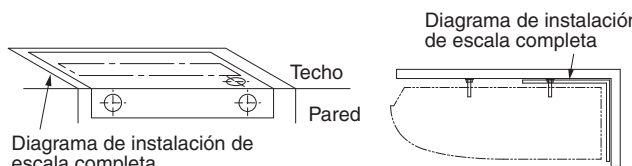

Fig. 3-10
- Cuando el diagrama de instalación de escala completa se dobla usando el ángulo correcto con el techo y la pared, se pueden elegir las ubicaciones de entrada del cableado y la tubería interior; y también pueden elegirse las ubicaciones de cada uno de los pernos de suspensión. Use un lápiz para marcar los orificios de taladrado (Fig. 3-10).